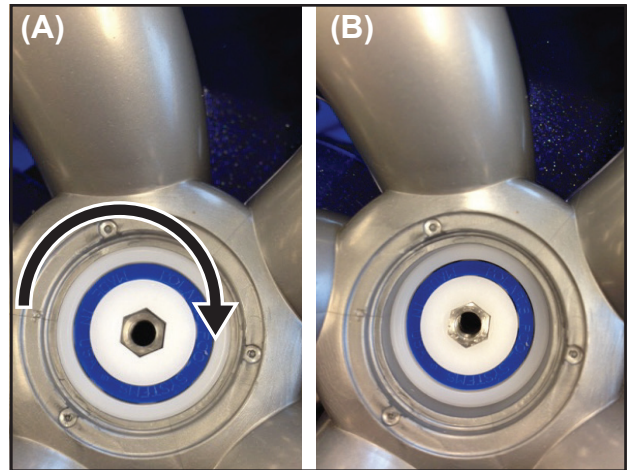

Figura 24. (A) Gire el cojinete para alinear el eje de la rueda. (B) Presione el cojinete de la rueda hacia abajo.
13. Gire el cojinete de la rueda para alinear la muesca hexagonal con el eje. Presione el cojinete hacia abajo con firmeza. (Figura 24.)
15. Vuelva a colocar los dos (2) tapacubos de la rueda hasta que queden en su lugar.